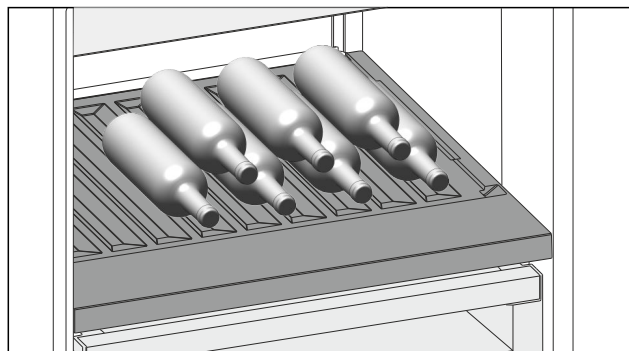

Fig. 193 Simbolična slika
- Steklenice vstavite z dnom proti zadnji steni aparata. (glejte Fig. 193)